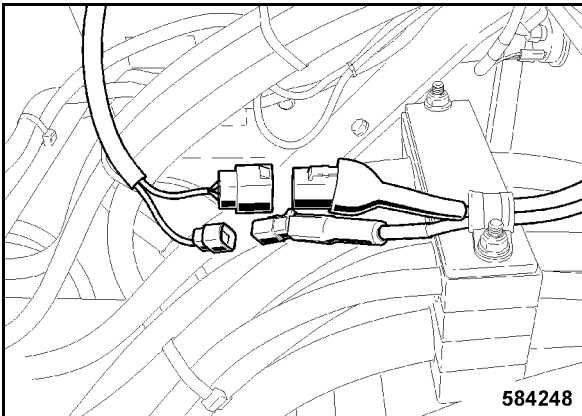

fig. 193
- Effectuer les branchements par connecteurs du climatiseur (fig. 193).